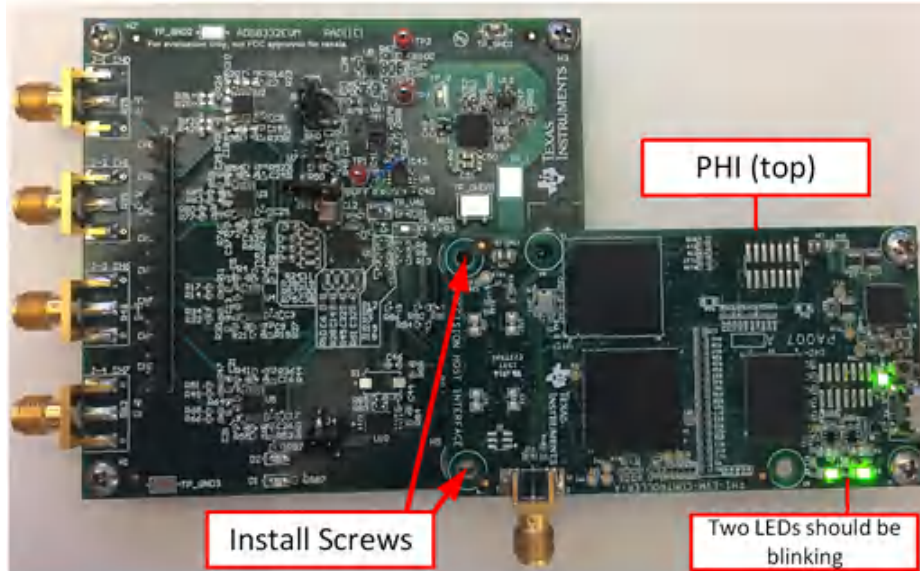

图 6-1. ADS8332EVMV2-PDK 硬件设置和 LED 指示灯
1. 将 ADS8332EVMV2 连接到 PHI。按图 6-1 中所示安装两个螺钉。
- b. PHI 上的 LED D1 和 D2 开始闪烁，表示 PHI 已启动且正在与 PC 通信。图 6-1 显示了相应的 LED 指示灯。